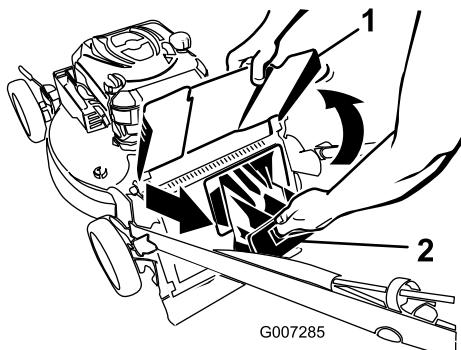

Figura 23
2. Sollevate il deflettore di scarico e tenetelo sollevato (Figura 23).
- 3. Togliete il coperchio di scarico posteriore (Figura 23).